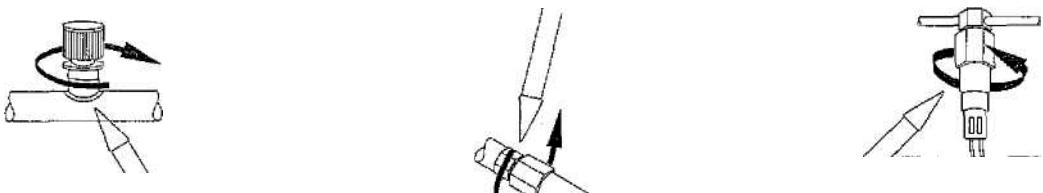

Рис. 4
- В каждой проверяемой зоне зонд следует перемещать вокруг этого места со скоростью не более чем 25 - 50 мм в секунду (1-2 дюйма/сек), и на расстоянии не более 5 мм (1/4 дюйма) от поверхности, охватывая целиком всю область. Более медленное и более близкое к поверхности перемещение зонда существенно увеличивает вероятность обнаружения утечки (см. рис. 4). Любое увеличение скорости прерывистого звукового сигнала будет сигнализировать об утечке.